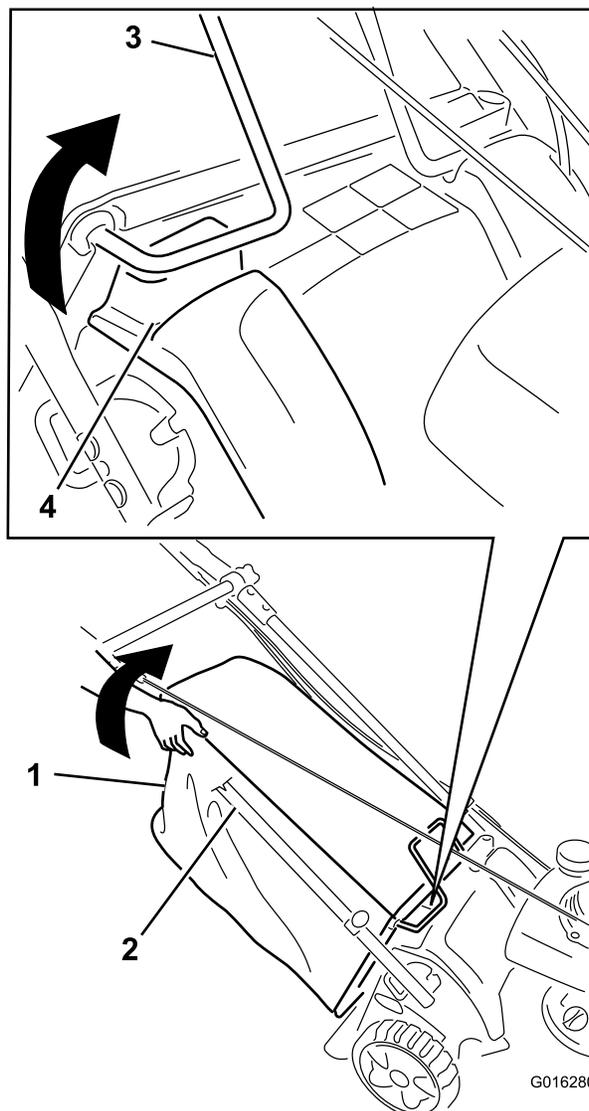

Figure 56
5. Pendant que le moteur tourne, soulevez le coin arrière droit supérieur du bac à herbe jusqu'à ce que le bâti métallique en haut, à droite à l'avant du bac soit complètement sorti de l'encoche de droite (Figure 56). **Le moteur doit s'arrêter.**